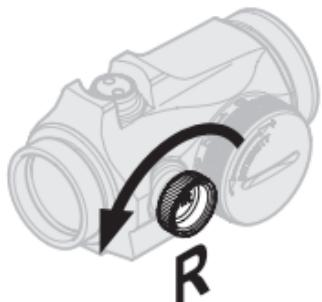
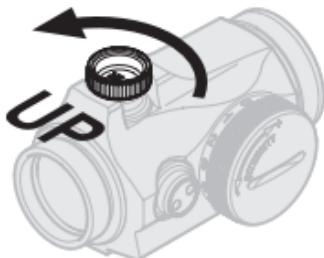

Рис. 4. Горизонтальная
Рис. 5. Вертикальная
**e. Горизонтальная регулировка (см. рис. 4)**
- Чтобы сдвинуть точку попадания вправо, поверните винт горизонтальной регулировки (5) против часовой стрелки.
- Чтобы сдвинуть точку попадания влево, поверните винт горизонтальной регулировки (5) по часовой стрелке.
**Вертикальная регулировка (см. рис. 5)**
- Чтобы сдвинуть точку попадания вверх, поверните винт вертикальной регулировки (4) против часовой стрелки.
- Чтобы сдвинуть точку попадания вниз, поверните винт вертикальной регулировки (4) по часовой стрелке.
**ПРИМЕЧАНИЕ.** Один щелчок регулировочного винта (4) или (5) соответствует передвижению точки попадания на 13 мм при расстоянии 100 м (на 3 мм при расстоянии 25 м и на 26 мм при расстоянии 200 м).